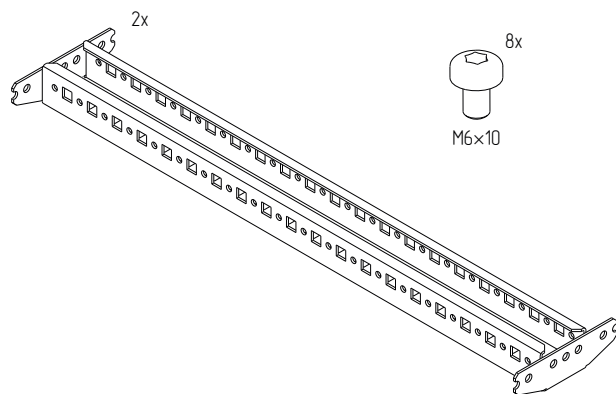

Рисунок 157
4.52.2 Проверить комплектность (рисунок 157).